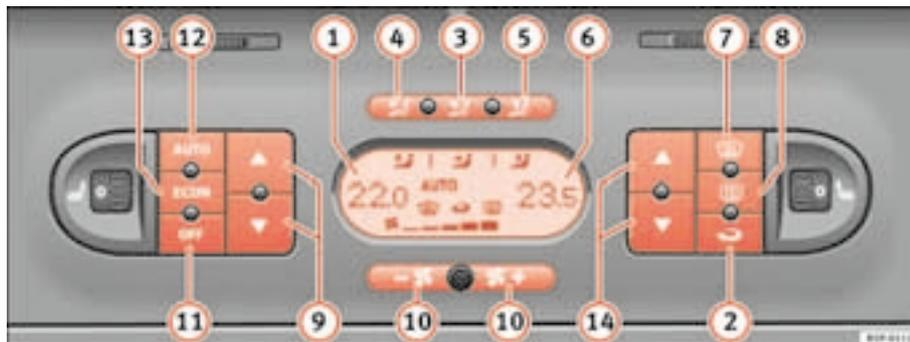

Fig. 125 Mandos del 2C-Climatronic en el tablero de instrumentos
- Pulse las teclas de regulación de temperatura ⇒ página 161, fig. 125 ⑨ ó ⑭ para ajustar la temperatura del lado izquierdo y derecho respectivamente.
- Pulse la tecla  ⇒ página 161, fig. 125. Aparece “AUTO” en el display.